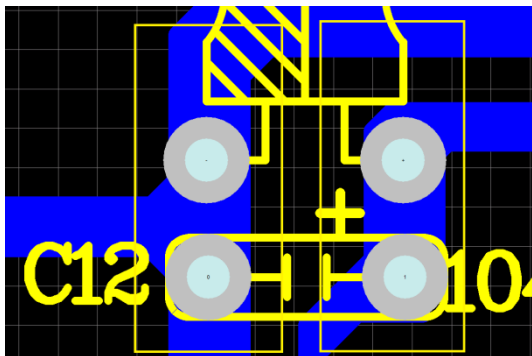

图 12 合理的走线方式
- 3) 过电容的电源连线应小于电容焊盘。如图 12、13 所示：